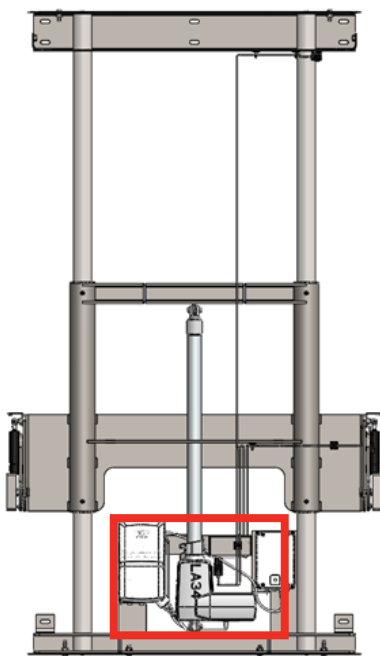
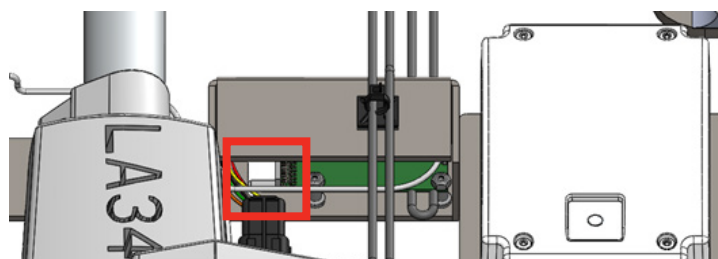

Figure 1 Emplacement du métier à tisser PCB et des connecteurs
Figure 2 Emplacement du métier à tisser PCB.
- A: Vérifiez la connexion du PCB au métier à tisser près du bas de la tour, emplacement indiqué sur la figure 1. Assurez-vous que le métier à tisser blanc du PCB est appuyé contre le PCB, emplacement indiqué sur la figure 2.